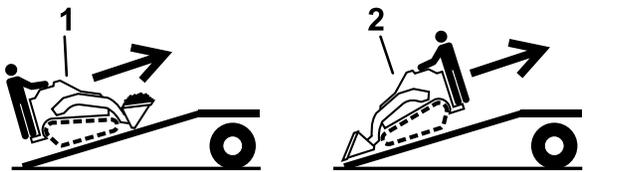

Figura 35
5. Cargue la máquina en el remolque por la rampa con el extremo más pesado hacia arriba, y la carga en la posición más baja posible (Figura 35).
1. Baje la rampa, asegurándose de que el ángulo entre la rampa y el suelo no supera los 15 grados (Figura 35).